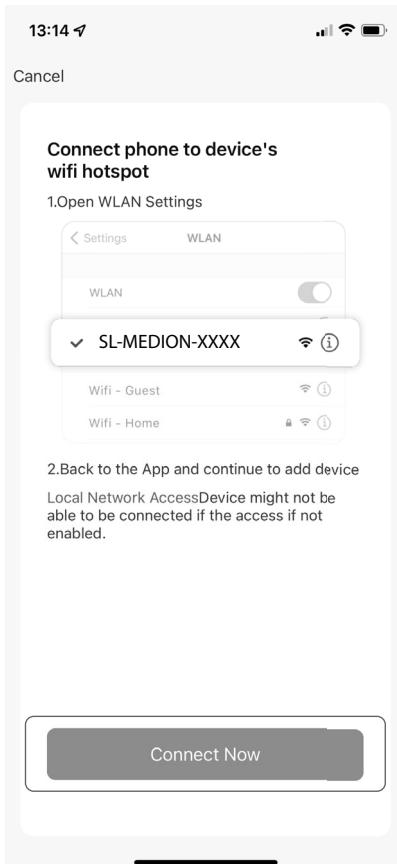

Fig. 8
- Haga clic en la indicación de abajo en **CONECTAR AHORA** (**fig. 8**).